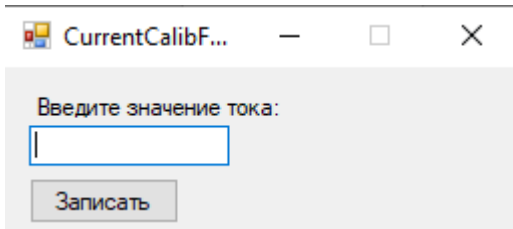

Рисунок 5 - Окно калибровки тока "низ"
- нажать на кнопку "калибровка тока низ" - откроется окно для ввода значения тока питания (рисунок 5). Внести значение тока с амперметра, и нажать "записать";